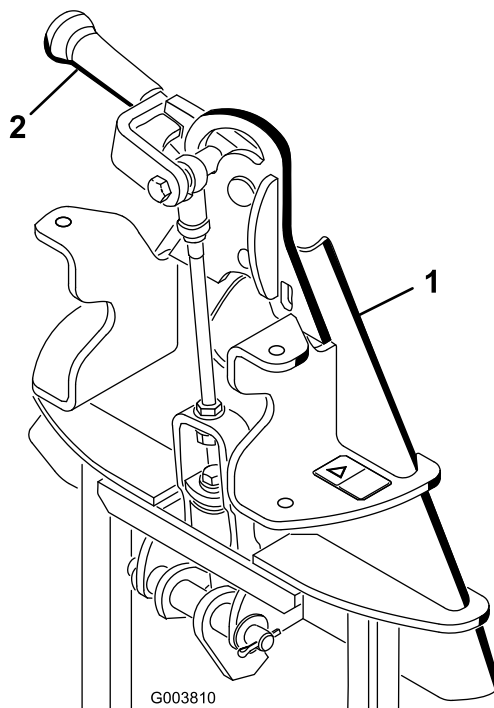

図 3
**注** ロックレバー 図3 が、車体後ろから見て左側解除位置にセットされていることを確認してください。